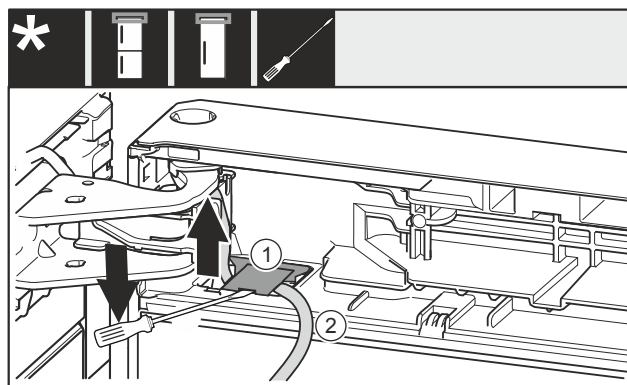

Fig. 26
- Con un cacciavite a intaglio Fig. 26 (1), sollevare la copertura e rimuoverla.
- Sfilare il cavo Fig. 26 (2).